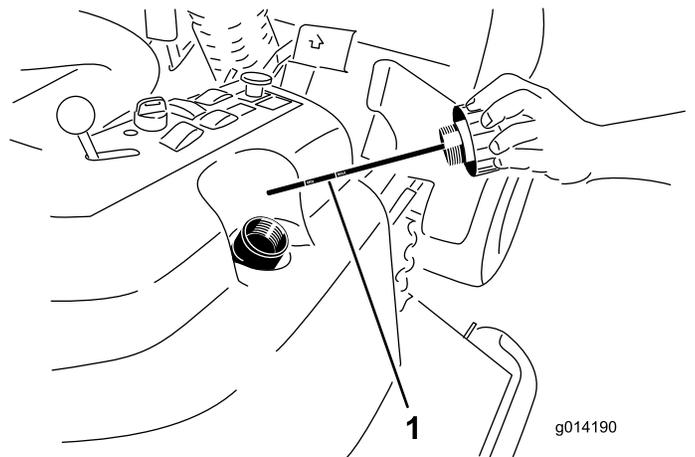

Figura 88
4. Retire el tapón de llenado de fluido hidráulico (Figura 88) del cuello de llenado.
5. Retire la varilla y límpiela con un paño limpio (Figura 88).
6. Introduzca la varilla a fondo en el cuello de llenado; luego retírela y compruebe el nivel del fluido (Figura 88).